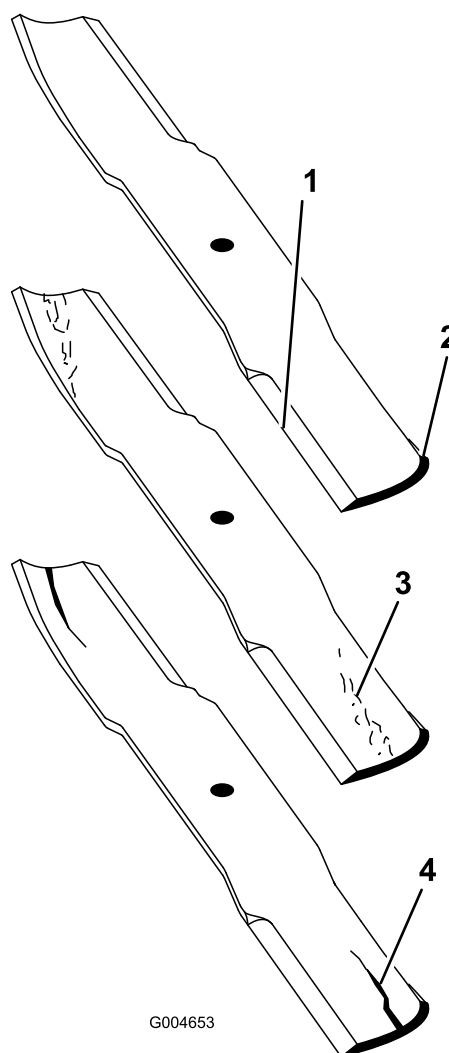

Figura 124
2. Examine cuidadosamente as extremidades da lâmina, prestando especial atenção à zona onde se encontram as partes curvas e planas da lâmina (**Figura 124**).
Nota: A areia e os materiais abrasivos podem desgastar o metal entre as partes plana e curva da lâmina; por isso, verifique a lâmina antes de utilizar a máquina. Se verificar que esta zona se encontra desgastada (**Figura 124**), substitua a lâmina.